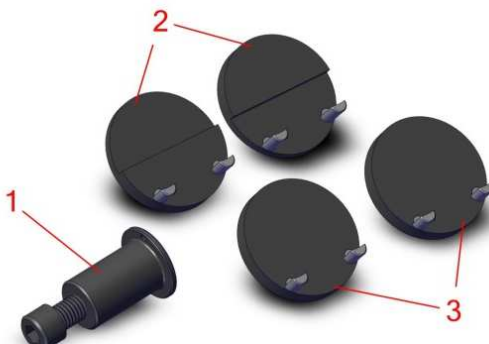

Figura 5.1.1
1. L'apparecchiatura elettronica universale per testare la resistenza delle terre da fonderia, modello 42104, è dotata degli accessori necessari per misurare la resistenza alla compressione e al taglio di terre da fonderia. Gli accessori richiesti per eseguire entrambe le prove sono illustrati in Figura 5.1.1.
4. Utilizzando la vite che si trova sul supporto-morsa regolabile (Figura 5.1.1, particolare 1), ruotare con attenzione in senso orario o antiorario e muovere la morsa da compressione che si trova sul braccio di serraggio mobile. Regolare la vite per eliminare qualsiasi spazio tra le superfici del provino di terra e le superfici di entrambe le morse di compressione.